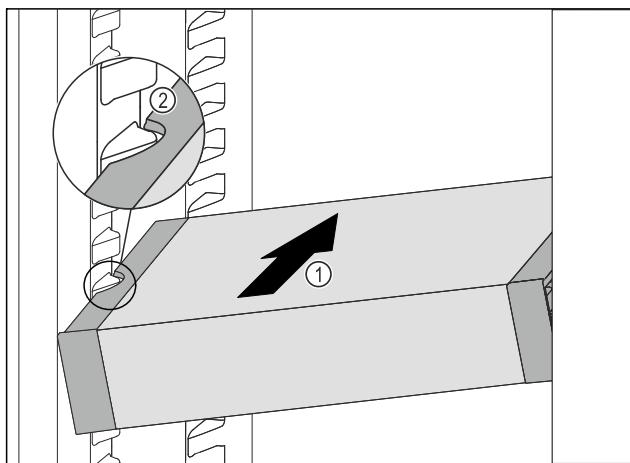

Fig. 73
- VarioSafe zasúvajte šikmo do chladničky Fig. 73 (1), dokým sa bočné vybrania Fig. 73 (2) VarioSafe nebudú nachádzať vo výške rebra nádoby v chladničke.